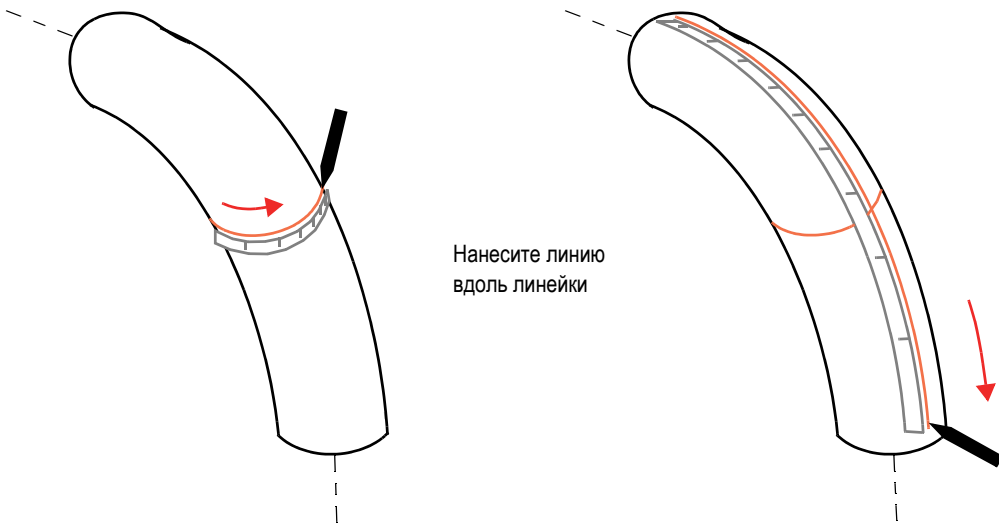

Рис. 3-5 Разметка нулевого положения (слева) и линий сканирования (справа) на колене трубы
продольной оси объекта с помощью гибкой линейки, обернутой вокруг трубы (см. Рис. 3-5 на стр. 34).
3. Разместите гибкую магнитную линейку на самом длинном (экстрадос) участке колена или объекта; нанесите первую линию сканирования параллельно продольной оси объекта (см. Рис. 3-5 на стр. 34).